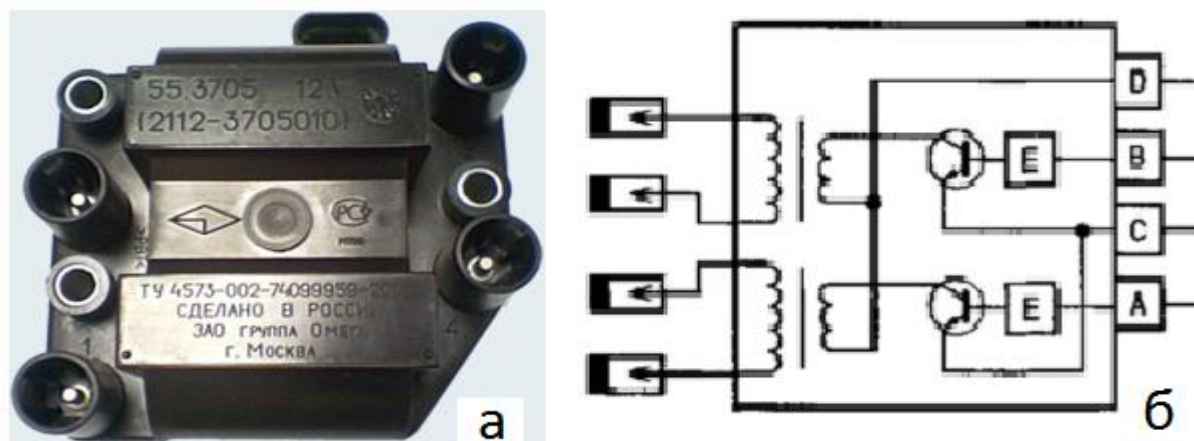

Рис. 1. Модуль зажигания: а – внешний вид; б – электросхема.
**Модуль зажигания (МЗ)** – электротехнический прибор, который генерирует электрический импульс высокого напряжения. По команде ЭБУ от аккумулятора на МЗ поступает ток напряжением в 12В, где он трансформируется в 25...30 кВ и даёт импульс на высоковольтные провода (ВВП), а затем уже и на свечи зажигания. Модуль состоит из пластикового корпуса, двух коммутаторов, двух катушек зажигания, выдающих искру поочередно в два цилиндра: 1-4, 2-3 и четырёх высоковольтных выводов (рис. 1).